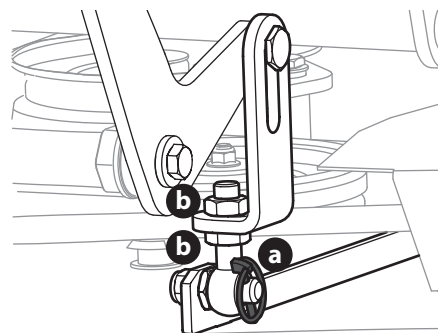

Figure 52
- Réglez le boulon à œil (a) à l'avant gauche du plateau de coupe de manière à ce que la hauteur lame-sol à l'extrémité extérieure droite de la lame corresponde à celle de l'extrémité extérieure gauche de la lame. Pour ce faire, il faut desserrer les contre-écrous (b) sur le boulon à œil (a) et serrer le contre-écrou supérieur (b) pour lever le plateau et desserrer le contre-écrou (b) pour l'abaisser. La hauteur de l'extrémité de la lame extérieure droite est fixée par le boulon à œil avant droit (a); vous devez donc ajuster l'extrémité extérieure gauche pour qu'elle corresponde à la hauteur de l'extrémité extérieure droite (Figure 52).
- Une fois le réglage effectué, resserrez les contre-écrous (b) (Figure 52).
- Desserrez les contre-écrous (b) à l'arrière, à gauche et à droite des boulons à œil du plateau de coupe (a) (Figure 52).
- Commencez par l'arrière droit pour relever l'arrière du plateau de coupe, serrez le contre-écrou supérieur (b) pour relever le plateau de coupe ou desserrez le contre-écrou supérieur (b) pour abaisser l'arrière du plateau de coupe (Figure 52).
- Ajustez le contre-écrou (b) à l'arrière gauche pour éliminer le « jeu » de la tige filetée (Figure 52).
- Serrez les deux contre-écrous inférieurs (b) pour fixer le réglage du plateau de coupe (Figure 52).
- Le réglage final consiste à éliminer le « jeu » de la tringlerie arrière gauche si l'arrière du plateau de coupe est relevé, en réglant les contre-écrous (b) sur le boulon à œil (a). Desserrez les contre-écrous (b) et serrez le contre-écrou supérieur (b) pour éliminer le « jeu » (Figure 52).
- Dans de nombreux cas, il sera nécessaire de régler la hauteur du plateau de coupe en utilisant à la fois les boulons à œil (a) et le réglage de l'inclinaison pour obtenir les hauteurs correctes entre la lame et le sol. Si vous vous souvenez que le réglage de la pointe de la lame avant droite est fixe et que vous nivelez à cette hauteur, le réglage du plateau de coupe sera simplifié (Figure 52).